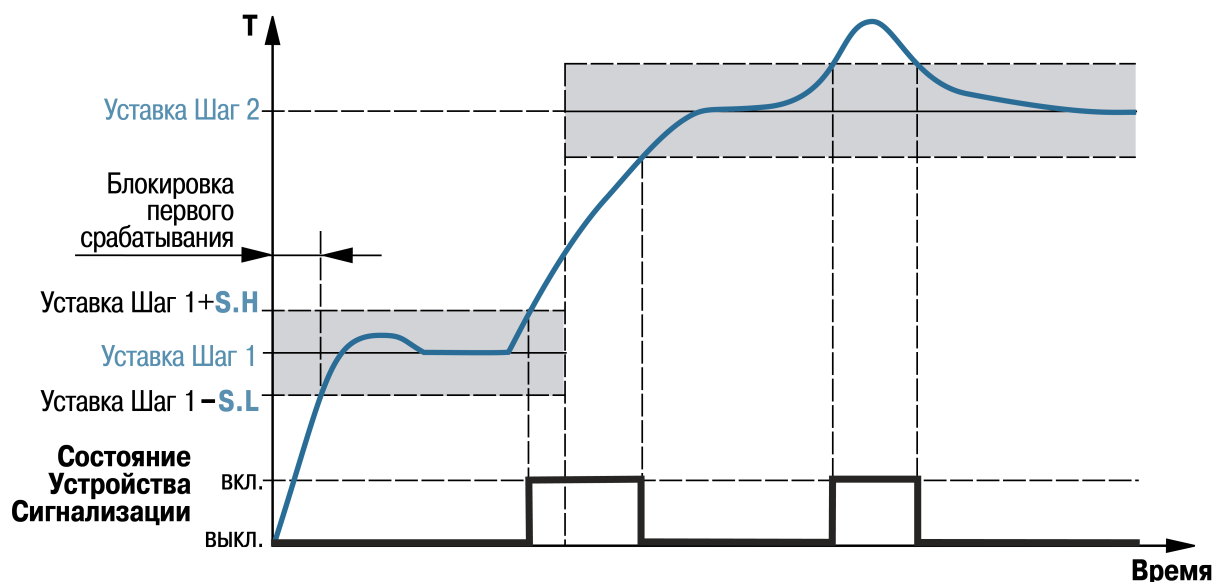

Рисунок 10.22 – Пример логики работы и блокировки срабатывания устройства сигнализации для U-образной логики
- В случае выхода регулируемой величины за заданные пределы — U-образная логика (**SiG.t = S.otn**) (см. рисунок 10.22).